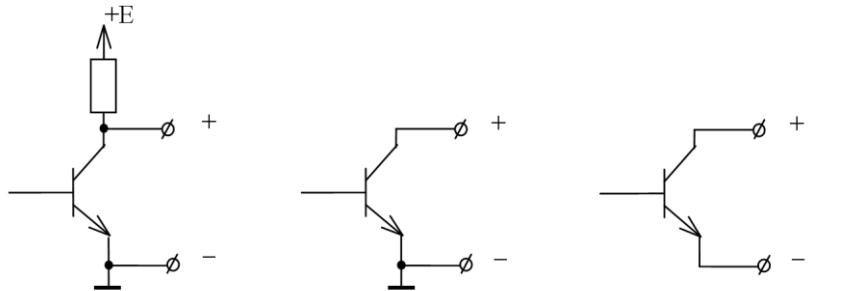

Рис. 7.5
7.6.4 Выходные каскады импульсного выхода аппаратно могут быть выполнены одним из 3 способов (см. рисунок 7.5):